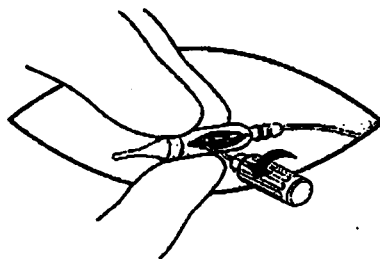

Figura 24. Afloje el tornillo de fijación.
6. Afloje el tornillo de fijación del extremo con tornillos con la llave dinamométrica girándola en sentido contrario a las agujas del reloj (aproximadamente una vuelta) (Figura 24).